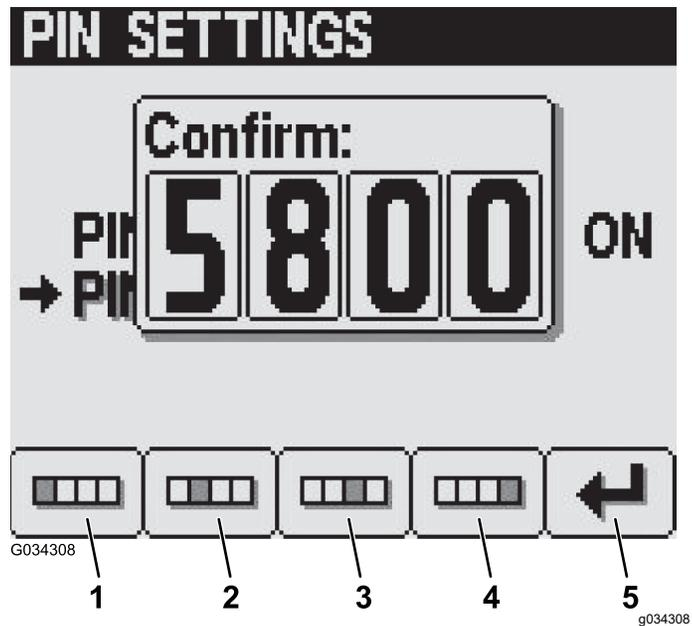

Figura 29
- En la pantalla Confirmar, pulse los botones 1 a 4 para introducir su código PIN nuevo. Cuando termine de introducir el PIN, pulse el botón 5 (Figura 29).
Nota: Después de confirmar el PIN (Figura 29), aparece la pantalla PIN correcto durante 5 segundos aproximadamente.